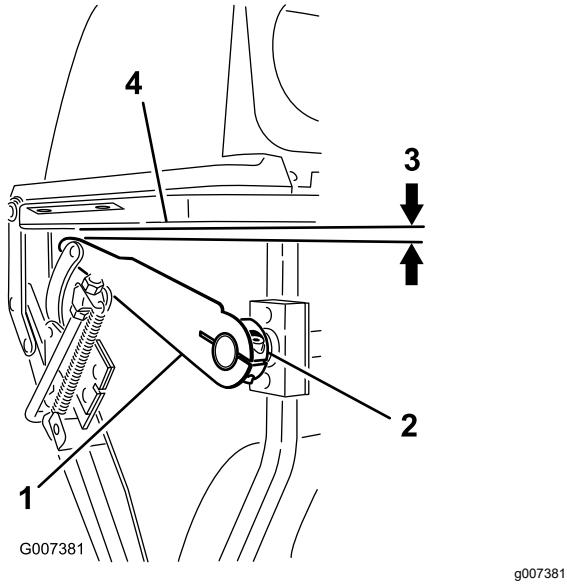

Figura 51
5. Si ce n'est pas le cas, desserrez la vis Allen sur le moyeu du levier droit (Figura 51).